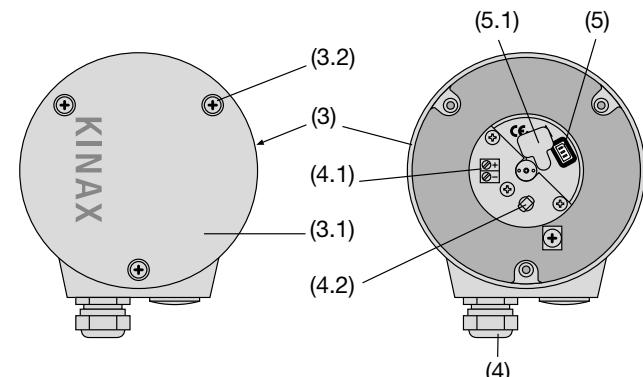

Fig. 4. Partie arrière (3) avec bornes (4.1) et presse-étoupes (4).
1. Enlever le couvercle (3.1 Fig. 4). En enlevant le cache en caoutchouc (5.1) le connecteur de programmation (5) devient accessible (voir chapitre «8.1 Raccorder les lignes»). Raccorder le KINAX WT 717 selon Fig. 3 à l'équipement de programmation. Démarrer le logiciel 2W2. Configurer, si nécessaire, le convertisseur avec les caractéristiques désirées.